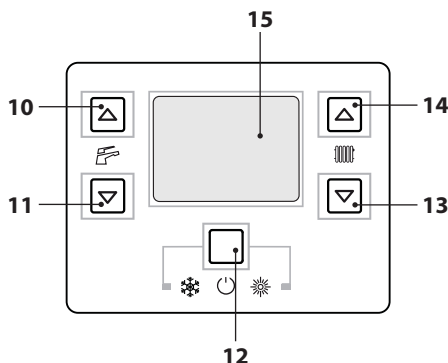

Рисунок 2.5
- Держать нажатой в течение 2 сек. кнопку 12, пока на дисплее не появится символ  (Рисунок 2.5).
Регулировать температуру воды для отопления можно посредством кнопок 13 (уменьшение) и 14 (увеличение), см. (Рисунок 2.5), начиная с минимум 38 °С и до максимум 85 °С. При нажатии одной из двух кнопок на дисплей выводится установленное значение, при повторном нажатии можно изменять значение.
В любом случае, если комнатная температура слишком низкая или слишком высокая, можно увеличить или уменьшить температуру отопления на ± 15 °C при помощи кнопок 13 (уменьшение) и 14 (увеличение), см. (Рисунок 2.5).
Регулировать температуру воды в системе горячего водоснабжения можно при помощи кнопок 10 (увеличение) и 11 (уменьшение), см. (Рисунок 2.5), начиная с минимум 35 °C и до максимум 60 °C. При нажатии одной из двух кнопок на дисплей выводится установленное значение, при повторном нажа-